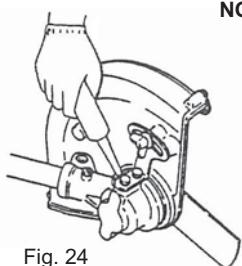

Fig. 24
- a. The gear case is lubricated with multi-purpose grease. The level should be checked after every 50 hrs. of use by removing check screw. (Fig. 24)
- a. Das Getriebegehäuse wird mit Mehrzwecksfett eingeschmiert, Nach Beseitung der Halteschraube soll nach jeweils 50 Stunden Betrieb der Ölpegel nachgeprüft werden (Abbildung 24)